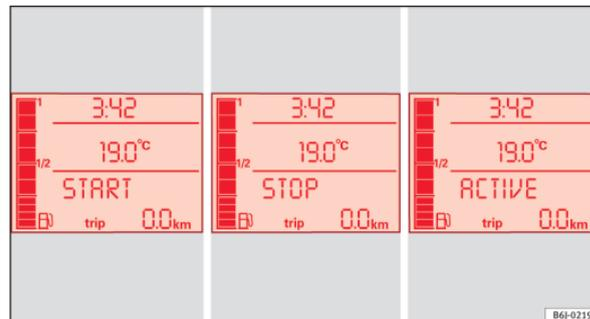

Fig. 113 Indicação no visor do painel de instrumentos durante o funcionamento Start-Stop.
- No visor do painel de instrumentos é mostrada informação sobre o estado do funcionamento Start-Stop ⇒ Fig. 113.